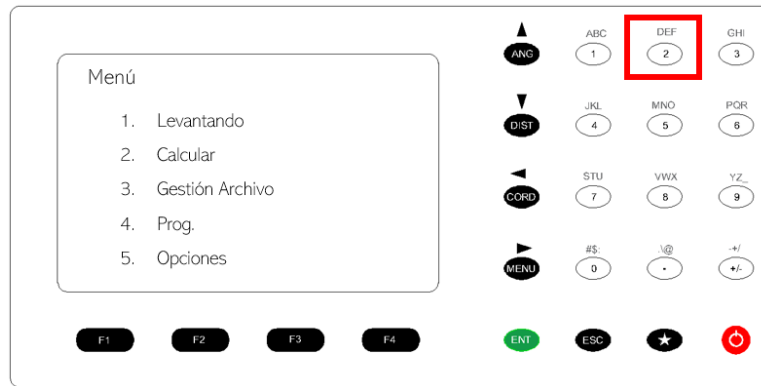

Figura 128. Selección del proyecto.
32. En el menú principal presionar la opción 2 Calcular, para entrar a la selección del proyecto. Figura 128.